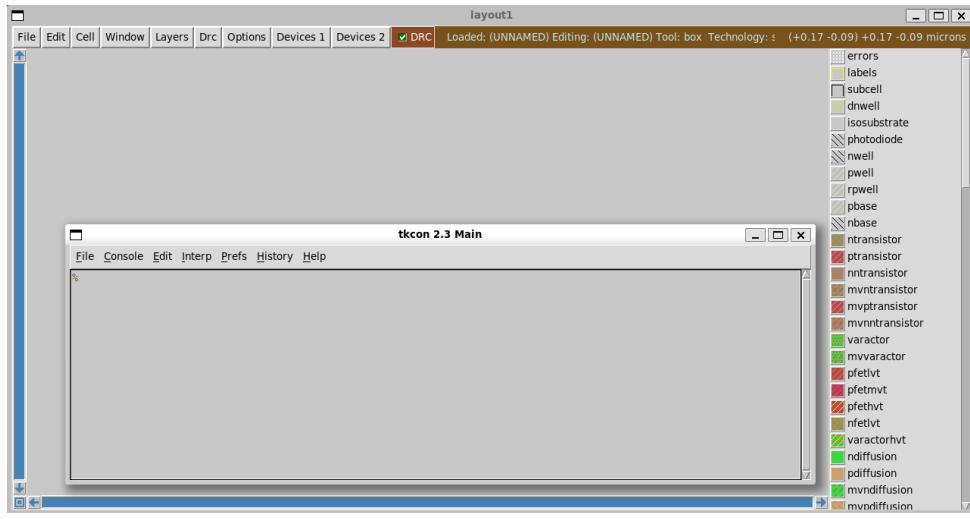

Figura 13: A janela de console do Magic, onde os comandos de texto são inseridos.
Passo 1: Utilizar a janela de console As operações de inserção dos metais são executadas via comandos de texto. Para isso, utilizamos a janela de console (terminal) do Magic, onde os comandos são digitados, como indicado na Figura 13.